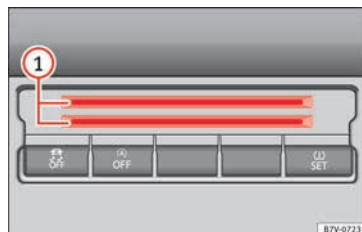

Fig. 181 Parte inferior de la consola central: compartimento para tarjetas.
En la parte inferior de la consola central hay un compartimento » **fig. 181** ① para depositar monedas, tarjetas, resguardos de aparcamiento o similares.